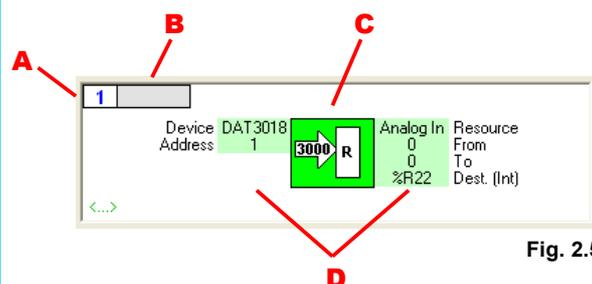

Fig. 2.5
- **Indice (Fig.2.5-A):** numero univoco che identifica la posizione all'interno del programma.
- **Label (Fig.2.5-B):** Etichetta univoca che identifica il blocco funzione all'interno del programma (utilizzata per le funzioni del gruppo Flow, c.f.r. Sez. "Descrizione Funzioni")
- **Simbolo (Fig.2.5-C):** Simbolo della funzione inserita
- **Argomenti (Fig.2.5-D):** Argomenti della funzione inserita